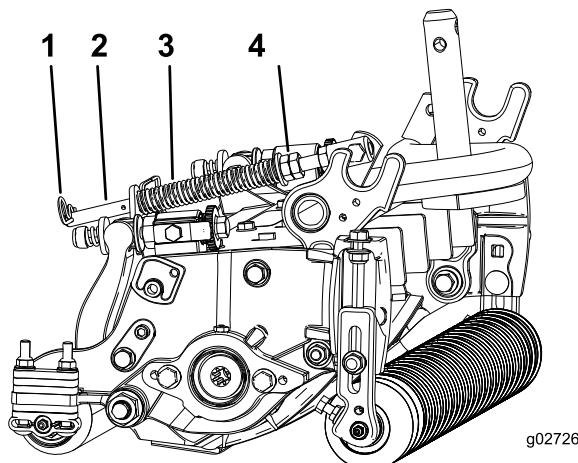

図 14
1. スプリングロッドの後穴にヘアピンコッターを忘れずに取り付けてください図 14。
2. スプリングロッド前部の6角ナットを締めて、スプリング圧縮状態の長さが127 mmになるようにする図 14を参照。